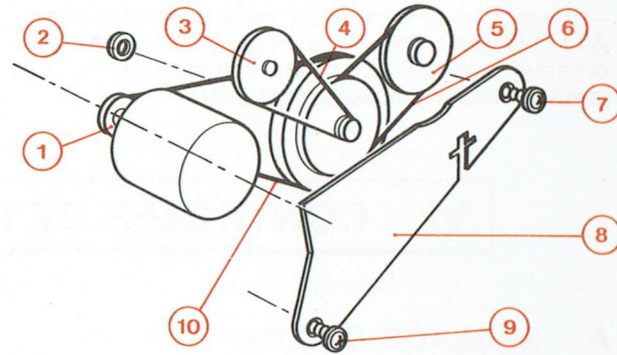

Fig. 8
1° Courroie d'entraînement (10), de la poulie moteur (1) et courroies d'entraînement (4), (6) des poulies (3) et (5) (Fig. 8).
- Enlever les vis (7) et (9) et dégager le palier inférieur (8).
- Procéder aux remplacements des courroies d'entraînement selon la configuration indiquée en figure 8.
### H - DÉPOSE DU VOLANT (Fig. 8)